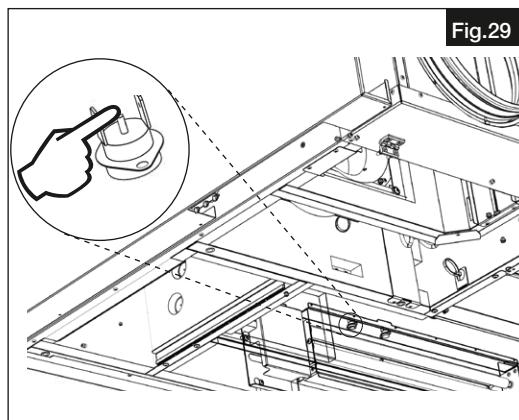

Fig.29
1. Appuyer sur le bouton de réarmement pour le post-chauffage électrique (voir Fig.29).